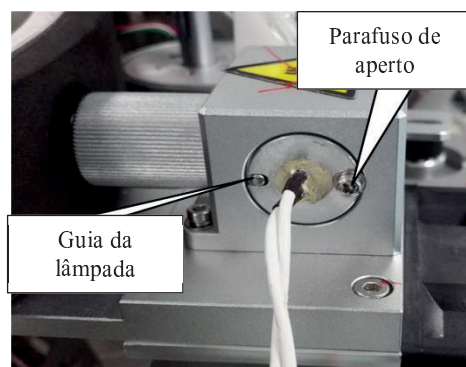

Figura 13-16 Remoção do parafuso de fixação
5. Desparafuse o parafuso de fixação e remova a lâmpada de halogênio, como mostrado em Figura 13-16.